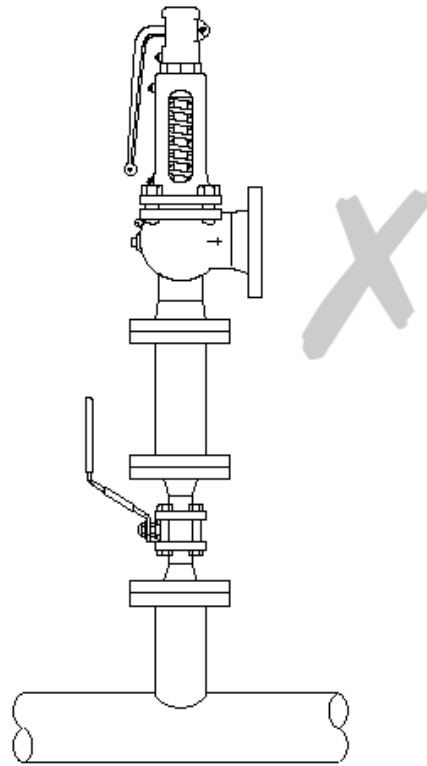

Fig. 4
3. Het mag niet mogelijk zijn de veiligheidsklep te isoleren. Er mag dus geen afsluiter voorzien worden. (Zie Fig.4)